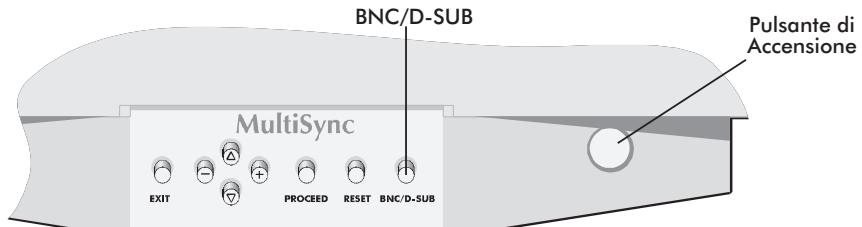

Figura E.1
5. Accendete il vostro monitor MultiSync (Figura E.1) e il computer.
6. L'impostazione di fabbrica per il vostro monitor è su D-SUB. Se state usando un cavo BNC, spingete il pulsante BNC/D-SUB sul fornto del monitor (Figura E.1) per cambiare l'impostazione.